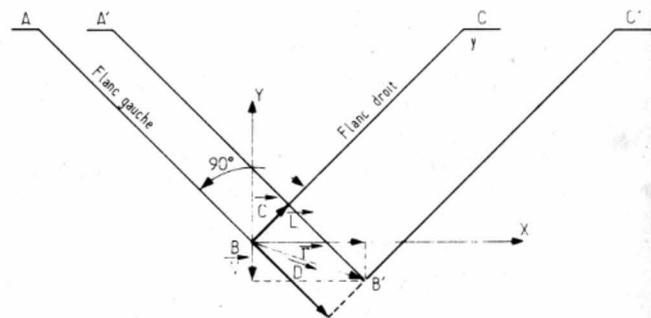
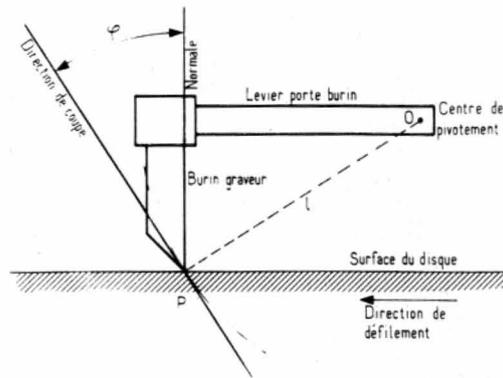
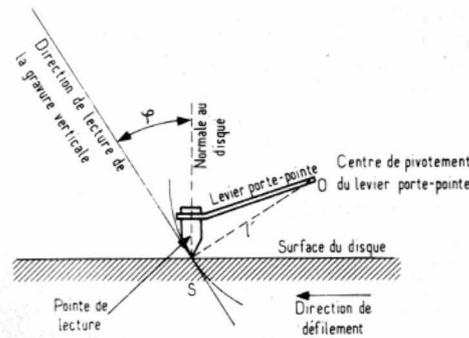

Fig. 2
Fig. 3
Fig. 4
Fig. 2. - Coupe d'un sillon (appartenant à une gravure stéréophonique) par un plan perpendiculaire à la surface du disque, selon un rayon. Vu de l'avant du phonolecteur, selon les conventions RIAA de 1957, le canal droit est porté par le flanc BC à droite, et le canal gauche par le flanc AB. Le tracé ABC correspond au sillon non modulé qui, sous l'effet de la gravure vient en A'B'C', mettant en évidence le vecteur gravure $\vec{\Gamma}$, ainsi que ses composantes droite \vec{D} et gauche \vec{G} ($\vec{\Gamma} = \vec{D} + \vec{G}$), qui peut aussi se décomposer selon les axes BX (horizontal) et BY (vertical), révélant une compo-
(fig. 2) une gravure latérale et une gravure verticale (d'ailleurs, les célèbres phonolecteurs stéréophoniques de DECCA opèrent toujours, en lisant séparément les composantes latérale et verticale, pour en extraire les informations propres aux deux canaux). Cette erreur de piste « verticale » (perceptible qu'aux très forts niveaux de gravure) a même mécanisme que la précédente (fig. 3) ; mais sa correction intéresse davantage les éditeurs de disques et les constructeurs de phonolecteurs (fig. 4) que la géométrie du bras (en dehors de sa hauteur au-dessus du plateau). La solution a consisté dans une normalisation de l'angle de lecture vertical, que les constructeurs de phonolecteurs s'engagent à respecter, et qui est observé, quand la face plane supérieure du phonolecteur est parallèle au disque, en fonc-
Fig. 4. - La solution adoptée par les fabricants de phonoclecteurs est de faire en sorte que la direction de lecture (toujours assimilée à la tangente en S, au cercle de rayon OS) fasse également l'angle φ avec la normale au disque (laquelle doit se confondre avec l'axe de la pointe lectrice).
Fig. 5. - Aspect d'une gravure à composante uniquement verticale ($D = -G$, fig. 2), d'un signal déplaçant le burin à la même vitesse constante (au sens près), à la descente comme à la remontée (lu par un transducteur de vitesse - phonoclecteur magnétique par exemple - cela donnerait, en tension, un signal carré). En (I) gravure sans déviation verticale, en (II) avec déviation verticale non nulle ($\varphi = 0$), faisant apparaître la modulation de fréquence caractéristique (la partie A'B', correspondant à l'enfoncement, est allongée; et l'autre B'C' raccourcie). En (III), influence de l'effet « springback ». Lors de son enfoncement le burin (selon A'B') comprime devant lui la matière qu'il grave, en même temps qu'il en détache un copeau. Lorsque diminue la contrainte, la matière comprimée, possédant une légère élasticité résiduelle, se détend: la gravure prend, selon B.B. Bauer, l'allure d'un « sarcophage », tout en modifiant de façon variable (cela dépend de l'amplitude) et pratiquement imprévisible, l'angle vertical de gravure, donc la déviation à corriger. Cela justifie que les normalisations intervenues hâtivement en ce domaine soient fluctuantes. Débutant avec $\varphi = 15^\circ$, on passa successivement à 18° , 20° , 23° (en raison du « springback »). Actuellement, on est assez discret sur ce point; d'autant que si l'erreur de piste verticale à la lecture n'est pas trop forte (elle peut prendre des valeurs notables avec un changeur automatique), elle n'entraîne pas de distorsions spécialement gênantes.